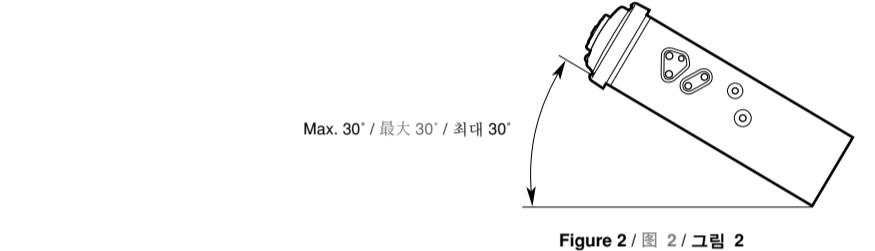

Figure 2 / 图 2 / 그림 2
- Install the unit within 30° of the horizontal plane. (Figure 2)